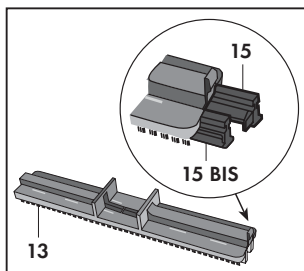

Fig. 14
- La bande-brosse (13) équipée des éléments à appliquer rigides pour les moquettes et les tapis (15 et 15 BIS) (Fig. 14).